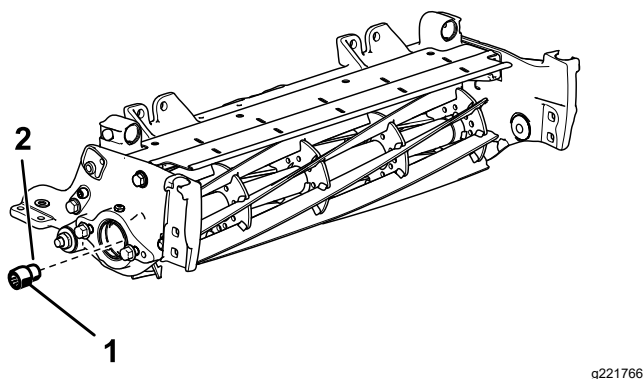

図 3
3. リールシャフトの両端についている既存のスプライン付きインサートを外す 5" リールには P/N TOR4112、7" リールには P/N TOR4074 を使用。図 3 を参照。